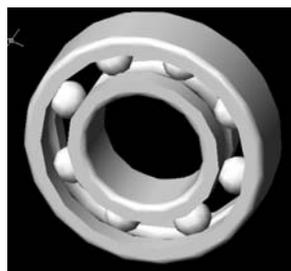

Рисунок 9.3
- используя **3D Массив**, выполнить построение остальных восьми шариков (рисунок 9.3);